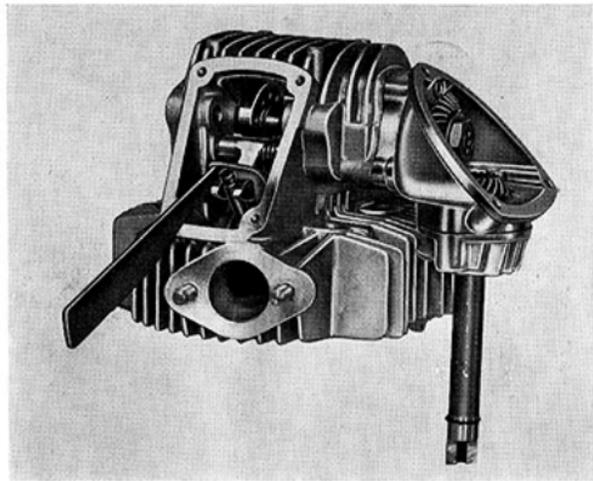

Fig. 13
- 8) Montare questo gruppetto (bilanciere/attrezzo) sulla testa avendo cura di sistemare le rondelle di spessorazione come al punto 6 aiutandosi con l'attrezzo speciale a spina 88713.0262 (vedi fig. 13).
- 8) Fit this group (tool with rockers) on the head, taking care to place washers as per point 6, using special tool no. 88713.0262 (see fig. 13).